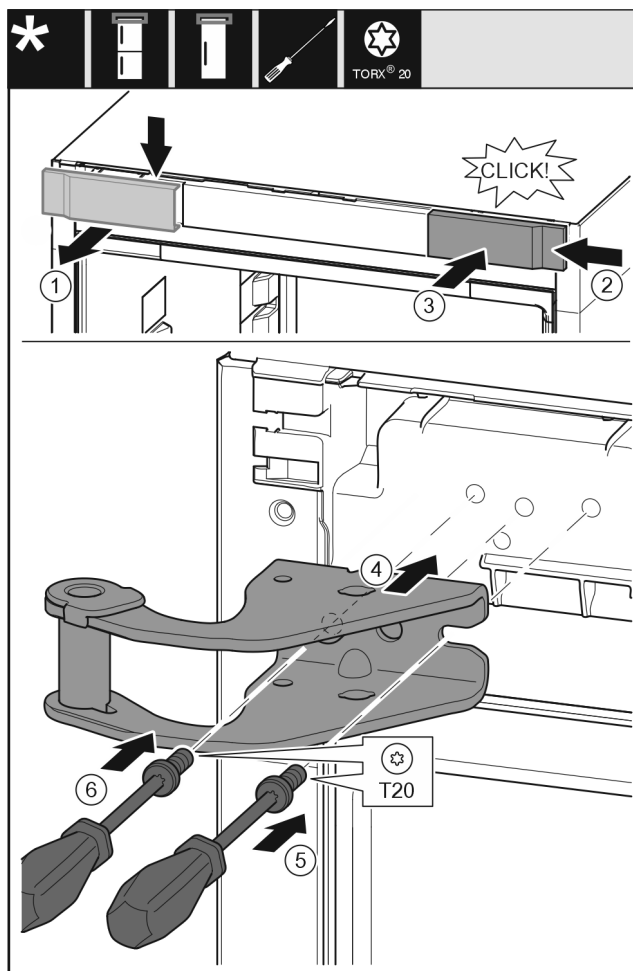

Fig. 14
- ▶ Rimuovere la copertura Fig. 14 (1) dall'alto in avanti.
- ▶ Agganciare da destra la copertura Fig. 14 (2) ruotata di 180° sull'altro lato.
- ▶ Innestare la copertura Fig. 14 (3).
- ▶ Applicare il blocco di supporto superiore Fig. 14 (4).
- ▶ Applicare la vite Fig. 14 (5) con un cacciavite e serrarla.
- ▶ Applicare la vite Fig. 14 (6) con un cacciavite e serrarla.